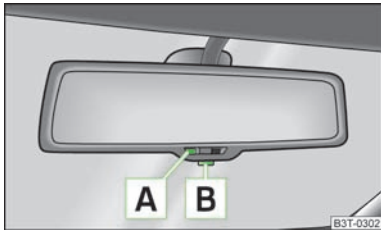

Abb. 52
- Die Taste **B** » Abb. 52 drücken, die Kontrollleuchte **A** leuchtet.